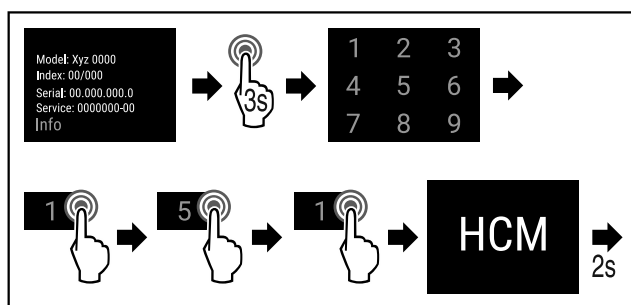

Fig. 63
► Eseguire i passi (vedere Fig. 63) .